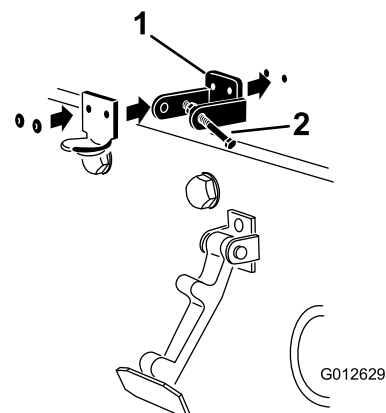

図 4
3. CEロックブラケットとフードラッチブラケットの穴を整列させてフードにセットする 図 4。
5. ブラケットとワッシャをフードにリベットで固定する 図 4。